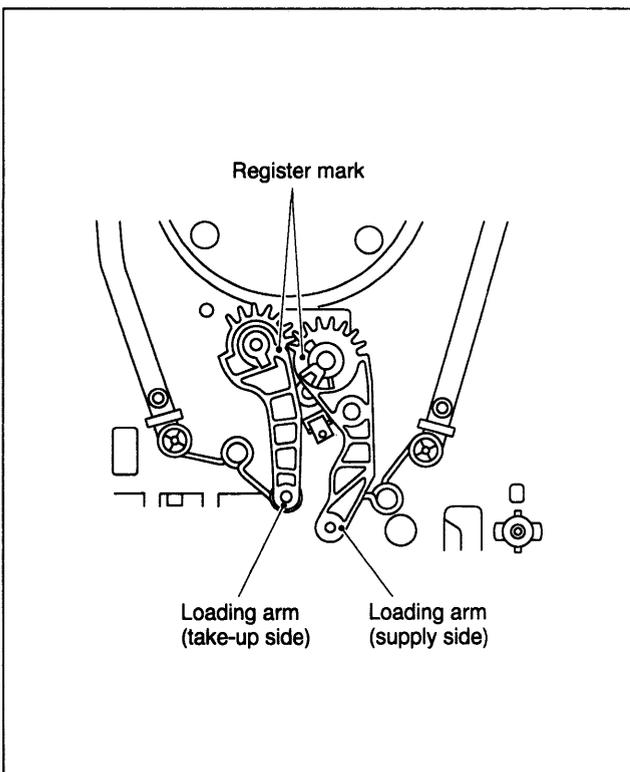

Fig. 2-3-1
- (1) Posicione o poste montado (pole base assy) primeiramente para a posição frontal, na direção de descarregamento.
- (2) Instale os braços de carregamento (lado supply e take-up) de modo que as marcas nas engrenagens fiquem alinhadas como indicado na Fig. 2-3-1. Veja item 2.2.16 "2. Instalação" na seção anterior para detalhes de instalação.